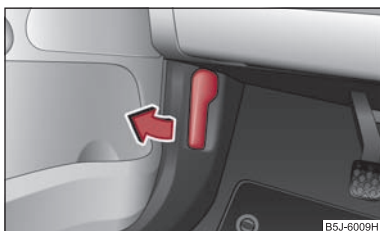

Fig. 12 Maneta de deblocare a capotei motorului
- Trageți maneta de deblocare de sub bord, pe partea conducătorului ⇒ fig. 12.